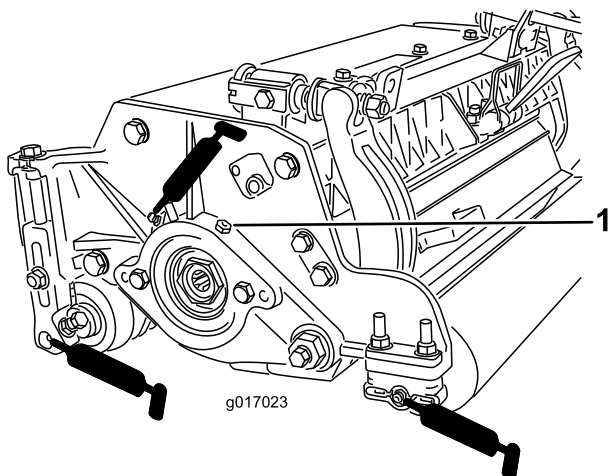

Figura 26
Cada unidade de corte possui (6) bocais de lubrificação (Figura 26) que deverão ser lubrificados regularmente com massa lubrificante nº 2 para utilizações gerais, à base de lítio.